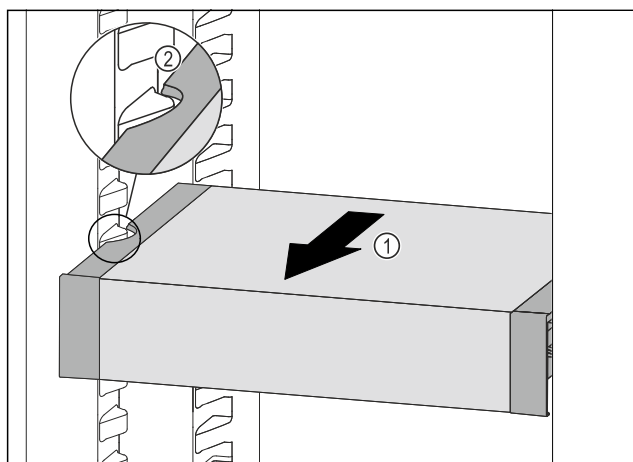

Fig. 142
- Ladicu VarioSafe vucite prema naprijed Fig. 142 (1) sve dok se bočni otvori ladice VarioSafe ne nađu na visini žlijeba spremnika u hladnjaku. Fig. 142 (2)